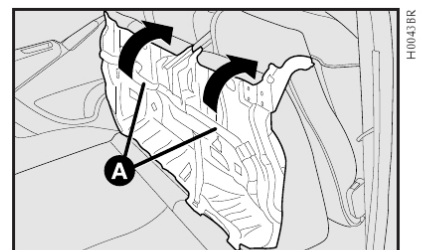

fig. 98
**6**) Em seguida, rebater o banco traseiro inteiro para a frente **fig. 98** de maneira a obter uma única superfície de carga.
1) Rebater para trás o banco traseiro completo utilizando os puxadores **A-fig. 98**.